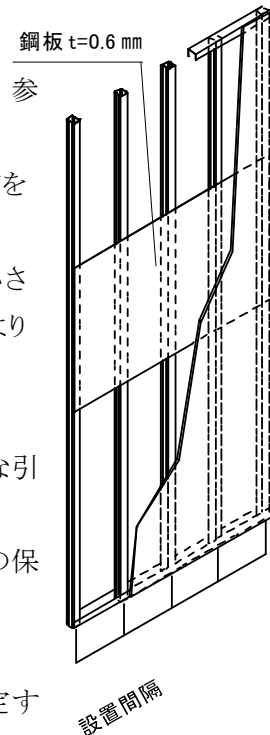

図 2-7-1 (参考) 鋼板による補強
- 1) ペーパーホルダー、タオル掛け等の比較的軽い器具(図 2-7-1 参照)